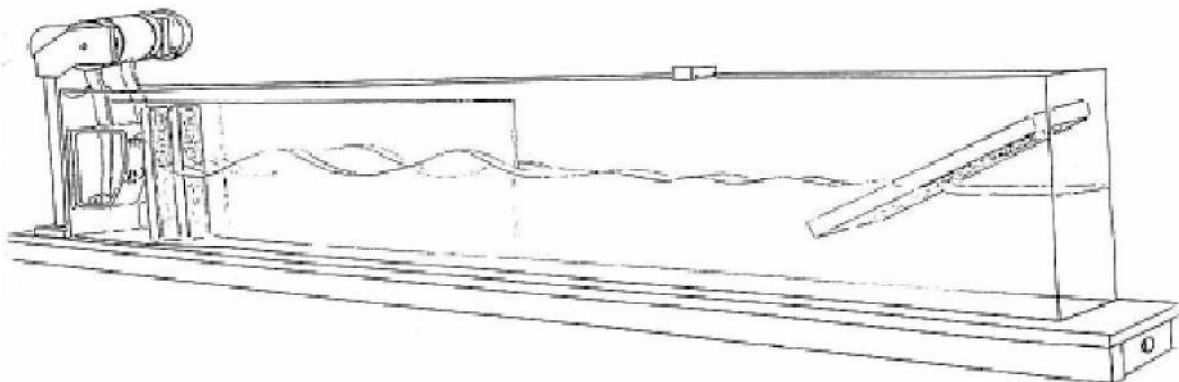

Fig. 1 Aufbau des Wellenwannekanals
- Den Wasserwellenkanal bis zur markierten Höhe mit Wasser füllen, dem etwas Fluoreszein zugesetzt wurde (Fig. 1).
Im Bereich der Trennplatte ist deutlich die phasenverschobene Lage der beiden Teilwellen zu erkennen. Im I-förmigen Teil des Kanals, der nicht durch die Platte getrennt ist, treffen die beiden Teilwellen zusammen und löschen sich aus (Fig. 1).